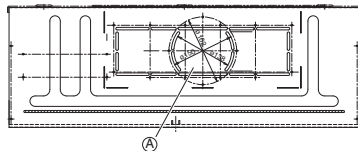

Fig. 3-21
- (4) Se il sistema richiede che sia aspirata aria fresca all'interno dell'unità, tagliare e rimuovere l'isolamento (sia esternamente che internamente) nel punto indicato come **A** in Fig. 3-21.